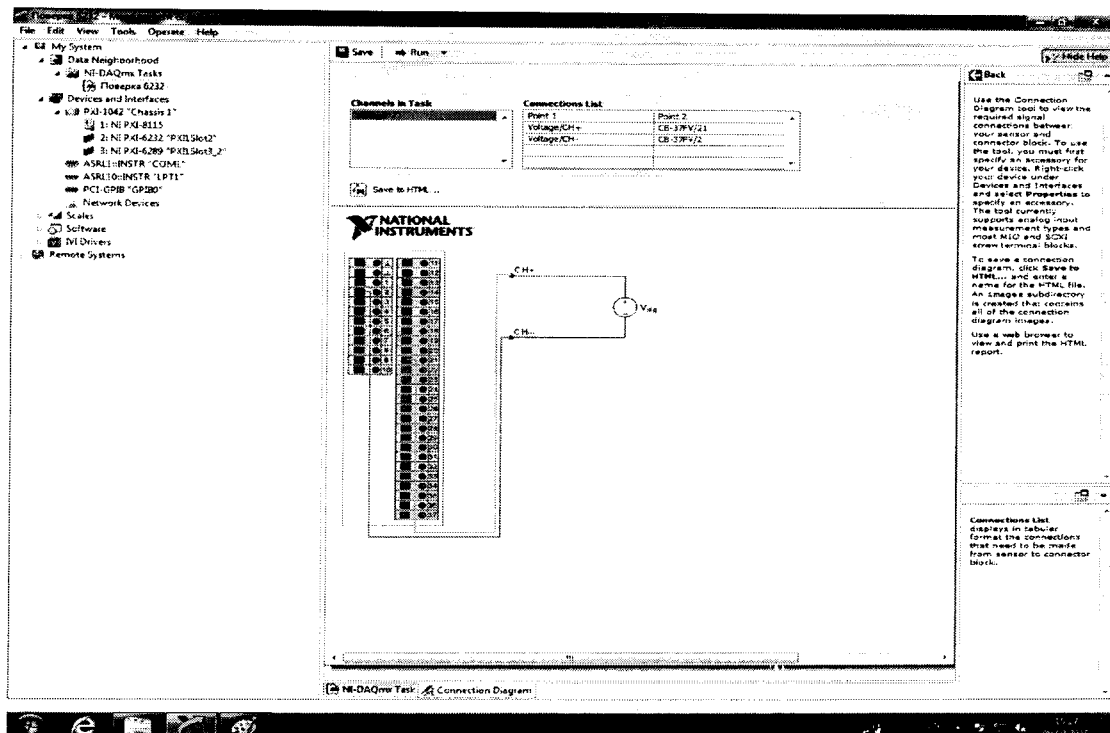

Рисунок 7.
7.3.4 Перейти во вкладку «Connection Diagram» (рисунок 7). Соединить с помощью проводов в соответствии со схемой соединений, отображаемой в окне программы, клеммы калибратора (контакты CH+ и CH- на схеме) и контакты терминального блока, подключенного посредством соответствующего кабеля к выходным разъемам модуля.